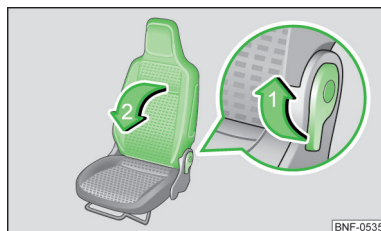

Fig. 37
- Trageți mânerul în sensul săgeții **1** » fig. 37.